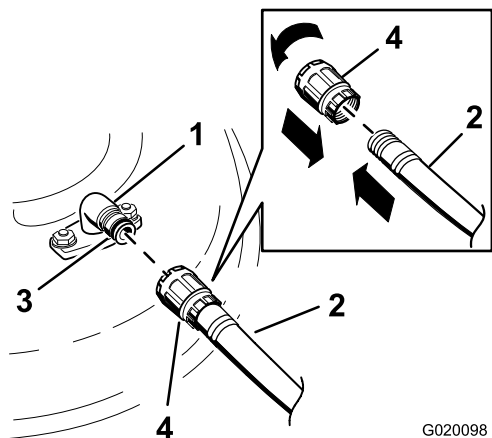

Figura 67
3. Conecte el acoplamiento de la manguera al extremo del conector de lavado del cortacésped, y abra el grifo al máximo (Figura 67).